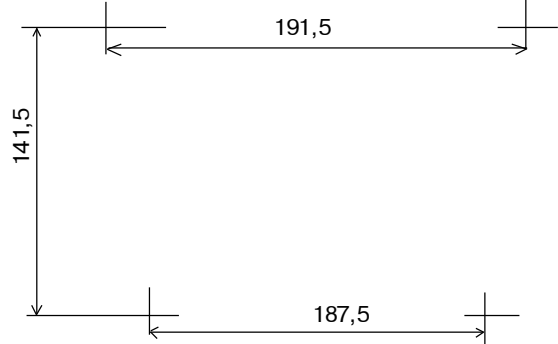

Рис. 94 Схема разметки для установки БРВ-А
- произведите разметку согласно чертежу, приведенному на рис. 94;